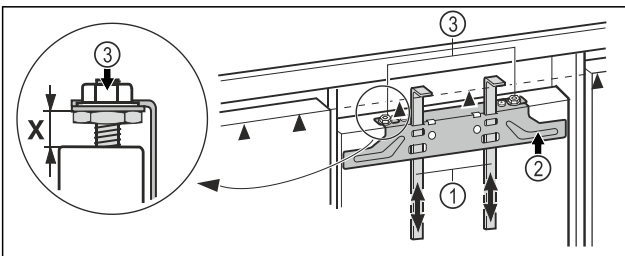

Fig. 44
- ▶ Csúsztassa fel a szerelési segédeszközöket Fig. 44 (1) a szekrényajtó magasságába. A szerelési segédeszköz ▲ alsó éle = a felszerelendő szekrényajtó felső éle.
- ▶ Csavarozza le a rögzítő kereszttartót Fig. 44 (2) az ellenanyáknak Fig. 44 (3) felett.